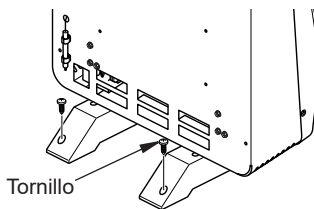

Figura 13 - Fijación del calentador de piso
5. Coloque el calentador a la ubicación deseada. Asegure las patas de la base al suelo mediante el uso de tornillos de cabeza Phillips dos (incluidos) (ver Figura 13).